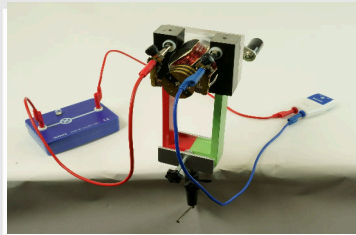

Abb. 3
- Lege die Schleifbürsten [4] des Motoraufsatzes nach Abb. 3 an den unterbrochenen Schleifring an.